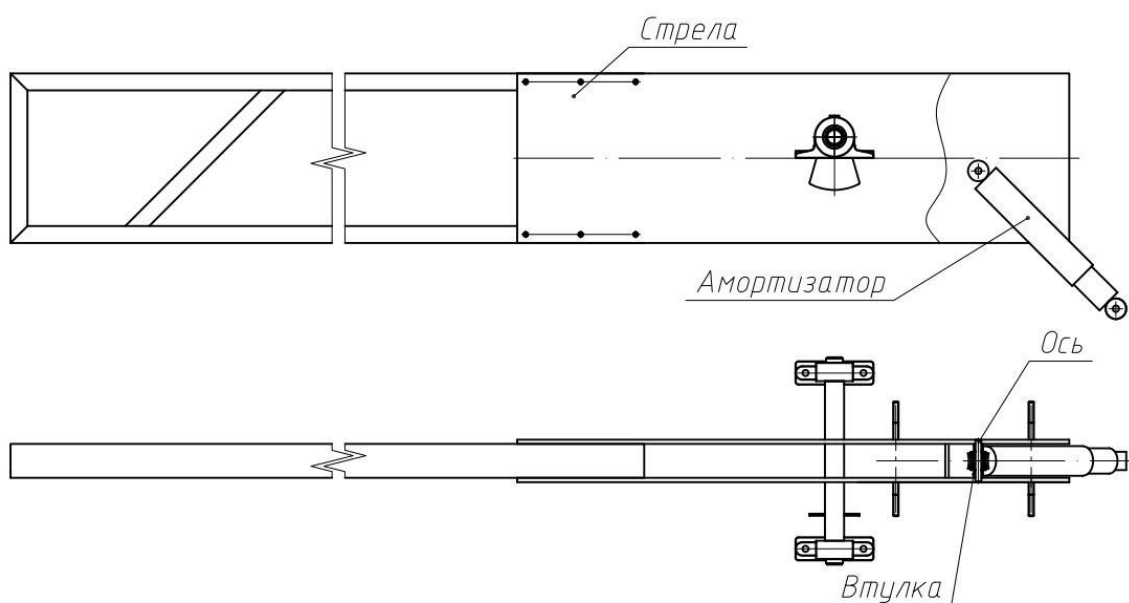

Рисунок 1
- прикрепить к стреле амортизатор (рис. 1);